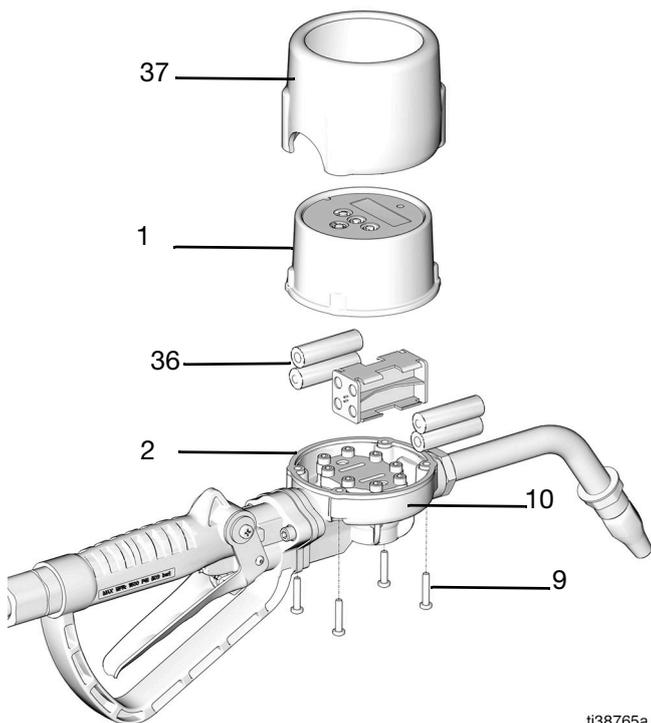
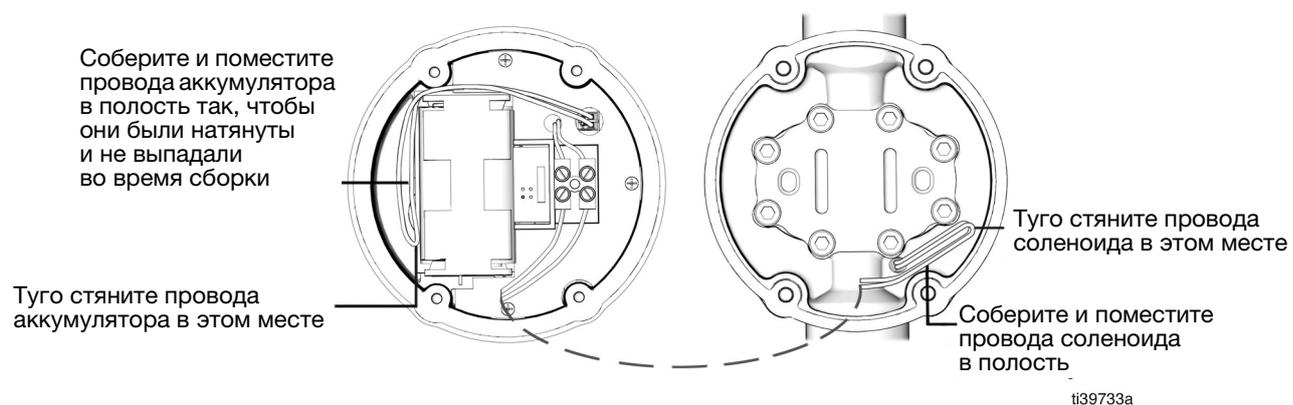

Рис. 8
Рис. 9
ПРИМЕЧАНИЕ: Цифровые обозначения, используемые в дальнейших инструкциях, относятся к Рис. 8 и Рис. 9.
2. Снимите противоударную защиту (37).
3. Выверните 4 (четыре) винта (9) из корпуса (10) расходомера и снимите панель (1) электронного блока управления.
4. Найдите батарейный отсек и извлеките аккумуляторы (36).
6. Вставьте новые аккумуляторы (36), как показано на держателе аккумуляторов (в соответствии с полярностью). Плотно прижмите.
8. Расположите провода, как показано на Рис. 9, чтобы провода не защемлялись между корпусом расходомера и панелью блока управления.
9. Осмотрите уплотнение панели (2) на предмет повреждений. При необходимости замените его.
10. Установите панель электронного блока (1) на корпус расходомера (10).
11. Установите на место четыре (4) винта (9), затягивая винты по диагонали с усилием 15 – 25 дюйм-фунтов (1,7 - 2,8 Н•м).